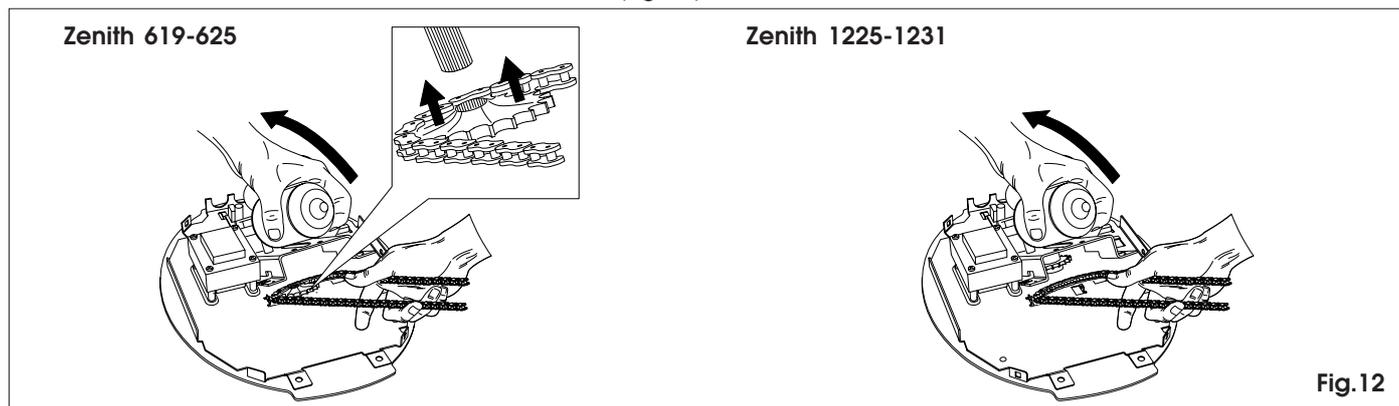

Fig.12
6.7 Soulever l'unité moteur en veillant à ne pas endommager l'appareillage électronique, accoupler le pignon avec la chaîne, l'insérer dans l'arbre moteur (fig. 12).